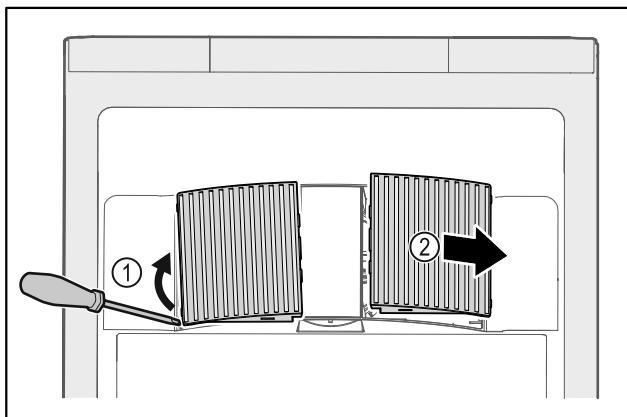

Fig. 228
- Nxirri jashtë duke i ngritur lart me kujdes kapakët mbulues të ventilatorit nga anash Fig. 228 (1) dhe hiqni nga përparrë Fig. 228 (2).